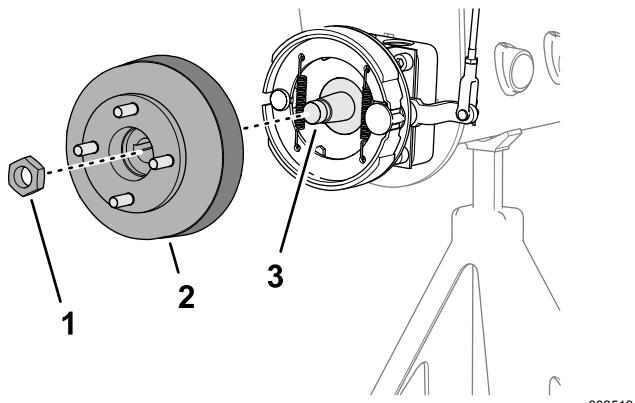
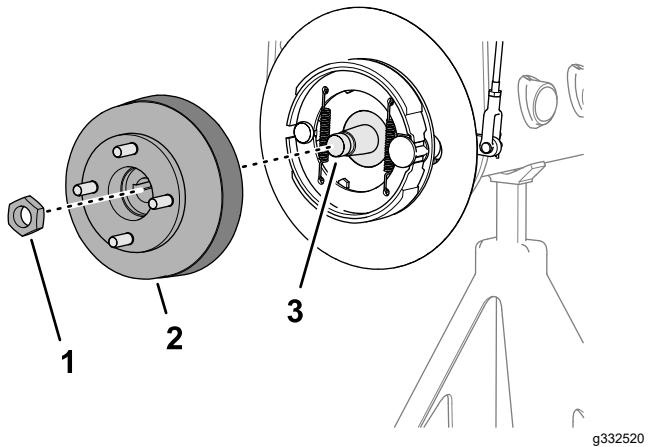

Bild 86
Bild 87
- Montieren Sie die Radnabe und Bremstrommel auf die Radmotorwelle (Bild 86 oder Bild 87).
- Befestigen Sie die Radnabe mit der Sicherungsmutter (Bild 86 oder Bild 87) auf der Welle und ziehen Sie diese nur handfest an.